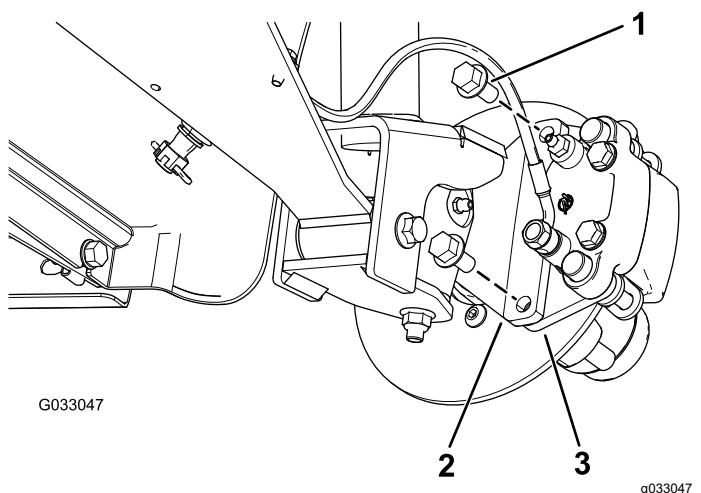
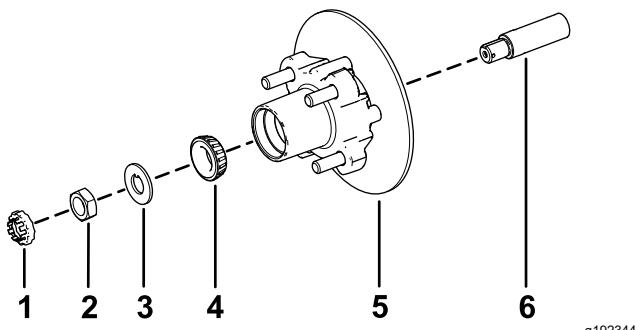

Рисунок 32
Рисунок 36
3. Выверните болты с фланцевыми головками ($\frac{3}{8}$ x $\frac{3}{4}$ дюйма), которые крепят кронштейн тормоза в сборе к оси, и отделите тормоз от оси (Рисунок 32).
1. Нанесите тонкий слой консистентной смазки указанного типа на ось (Рисунок 36).
2. Установите ступицу и тормозной диск на ось так, чтобы тормозной диск был внутри (Рисунок 36).
3. Установите наружный подшипник на ось и в наружное кольцо (Рисунок 36).
4. Установите стопорную шайбу на ось (Рисунок 36).
- поворачивая ступицу так, чтобы подшипник был посажен на место (Рисунок 36).
2. Совместите тормозные колодки с обеих сторон тормозного диска (Рисунок 32) с отверстиями в кронштейне суппорта и отверстиями в креплении тормоза на цапфе (Рисунок 36).
3. Закрепите кронштейн суппорта на цапфе (Рисунок 32) с помощью 2 болтов с фланцевыми головками ($\frac{3}{8} \times \frac{3}{4}$ дюйма).